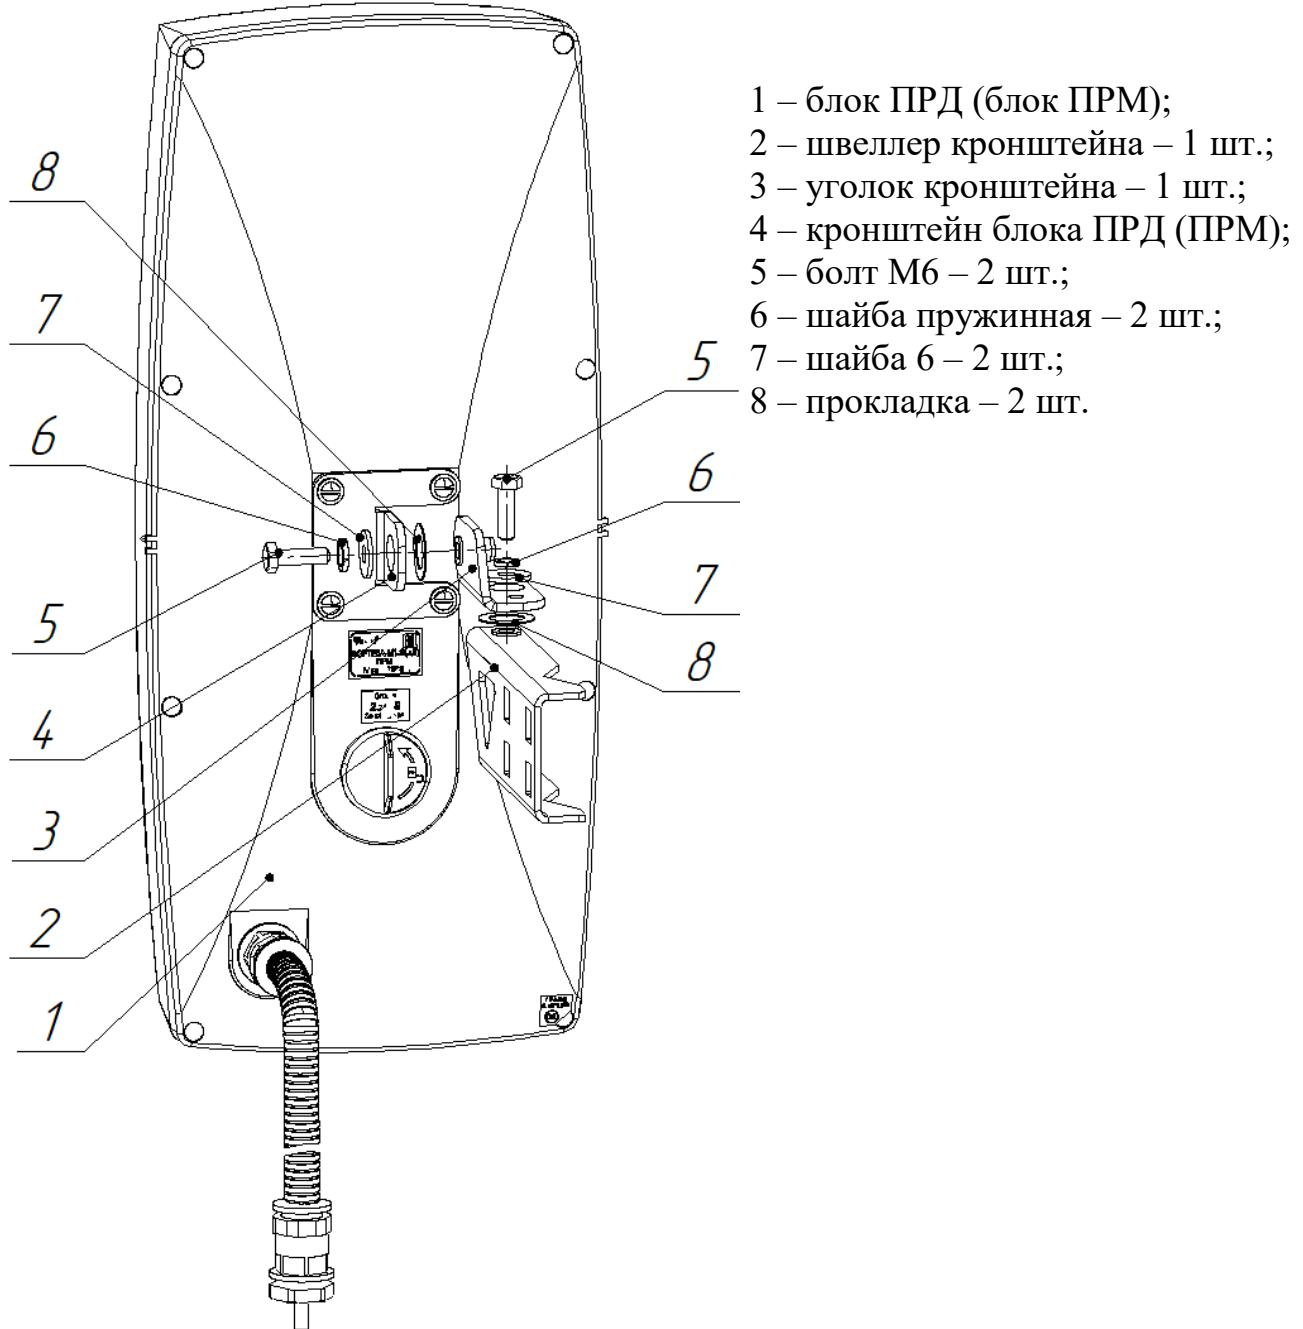

Рисунок 2.6 – Установка блока ПРД (блока ПРМ) извещателей «ФОРТЕЗА-М300-А», «ФОРТЕЗА-М500-А» на кронштейне
**2.3.4.2** Закрепить блок ПРД (блок ПРМ) поз.1 на кронштейне (см. п.2.3.4.4 и рисунок 2.6).